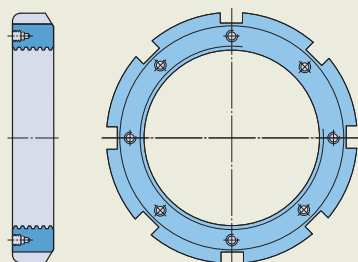

Fig. 10
- Le piastre di bloccaggio (fig. 4, pagina 1093) impegnano una sede per chiavetta su albero o bussola di trazione e vengono fissate alla facciata laterale della ghiera mediante due bulloni assicurati con filo di bloccaggio. Le piastre di bloccaggio sono composte da una piastra, due viti a testa esagonale forata e un filo per fissarle (fig. 10).